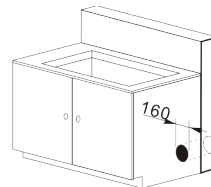

**Abbildung 2**
3. Bringen Sie den Dichtungsstreifen an der Unterkante des Kochfeldes an und lassen Sie dabei einen Spalt von etwa 3 mm zwischen dem Streifen und der Glaskante frei. Bringen Sie die Dichtung ringsherum an. Schneiden Sie überschüssiges Material ab und verbinden Sie die beiden Enden des Streifens miteinander (siehe Abbildung 2).